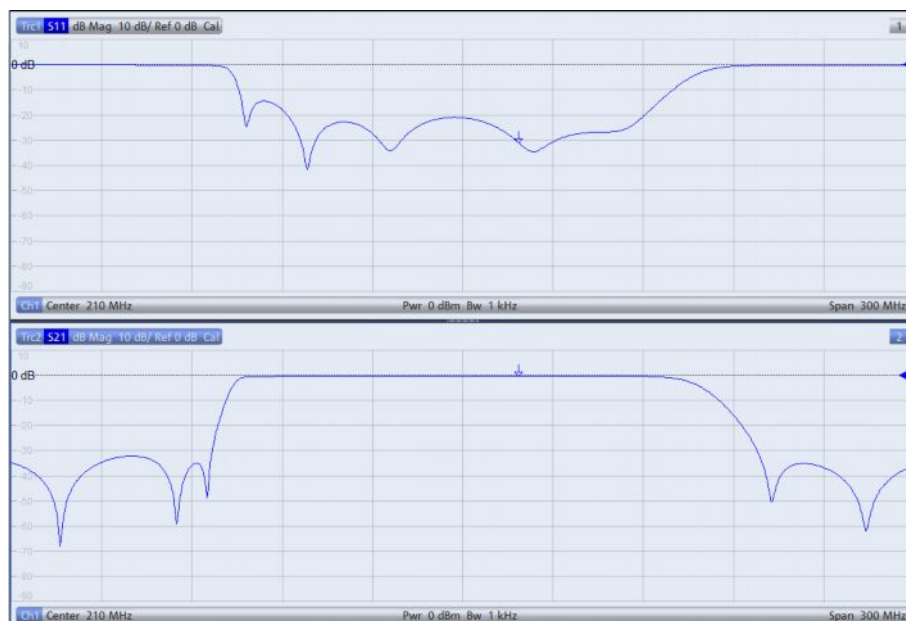

Рис. 2-30 – Измерение характеристик ПФ с помощью отображения коэффициентов отражения и передачи
- Коэффициент отражения (S11) отображается в верхней половине разделенного экрана, а коэффициент передачи (S21) – в нижней (рис. 2-30). Нажмите клавишу *SCALE* и соответствующим образом отрегулируйте масштаб по оси Y.